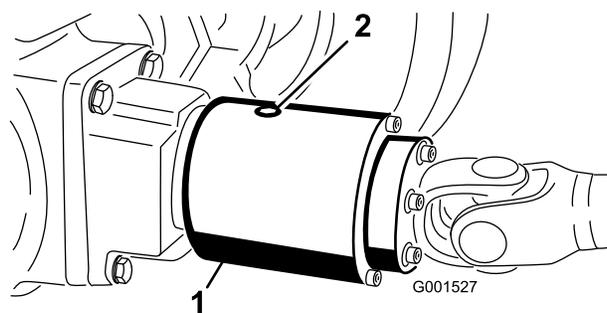

図 29
2. クラッチ (図 29) を回して点検プラグ (図で 12時の位置にある) が4時の位置にくるようにする。